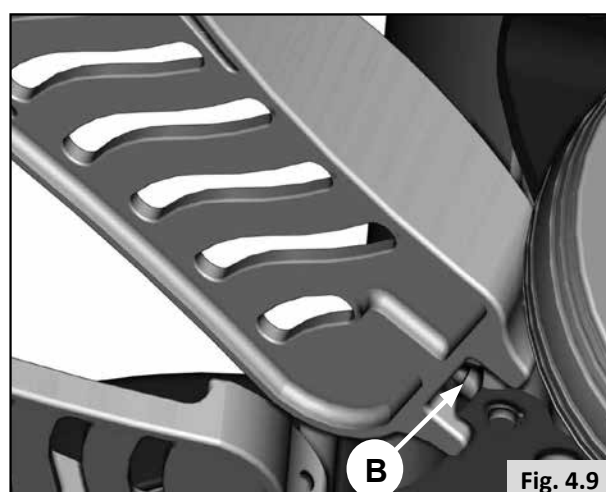

Fig. 4.9
- Relevez la palette de manière à pouvoir aisément accéder à la vis de réglage de l'angle (B-Fig. 4.9).